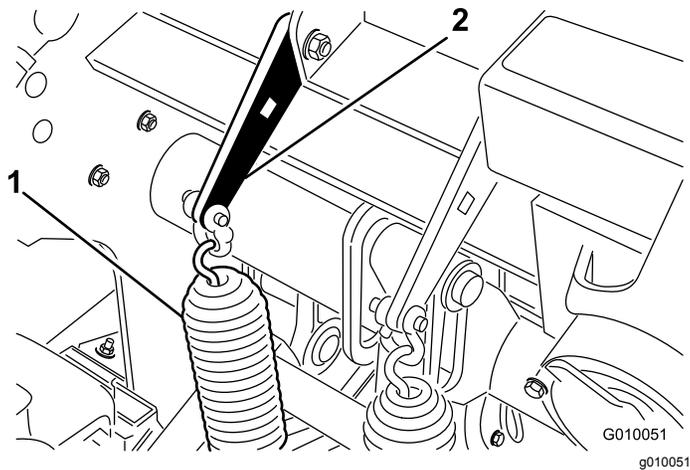

Bild 37
2. Lösen Sie die Muttern der Schlossschraube, mit denen die Federhalterungen am Aerifizierkopf befestigt sind (Bild 37). Nicht entfernen.